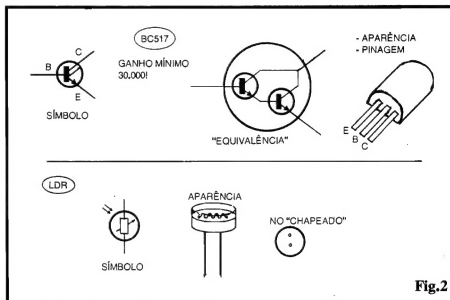

Fig. 2
- FIG. 2 - ALGUNS DOS COMPONENTES PRINCIPAIS... - O transistor (que parece um "BC" comum, mas é "mais" do que isso...) BC517, e o LDR "padrão", são vistos em detalhes, na figura, que mostra as aparências, pinagens, "equivalências" e símbolos dos ditos componentes... Quanto ao BC517, observar que, embora "por faro" nada difira de um BC comum, contém, na verdade, dois transistores internos em configuração de super-ganho (Darlington), deixando externamente acessíveis apenas os três terminais convencionais (base,